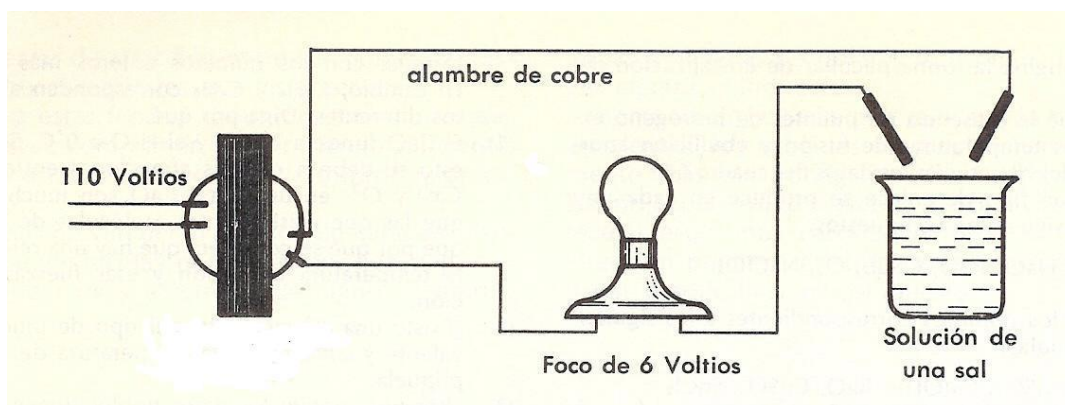

Figura 4. Circuito eléctrico
1. Monta un circuito eléctrico, como el de la figura 4, comprobando que funcione haciendo pasar corriente eléctrica al cerrar el interruptor y al unir las láminas de cobre.